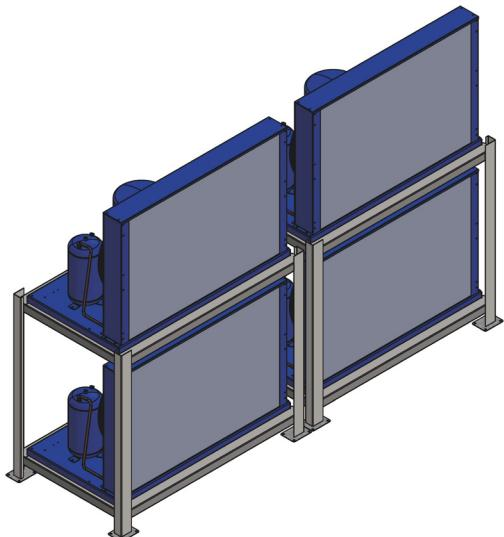

Fig. 5 - vista isométrica
- Para construcción del local de las unidades observe la Tabla 3 y las Fig. 5 y 5.1 que cuentan con as medidas de las estructuras y el peso que el local de instalación deberá soportar.